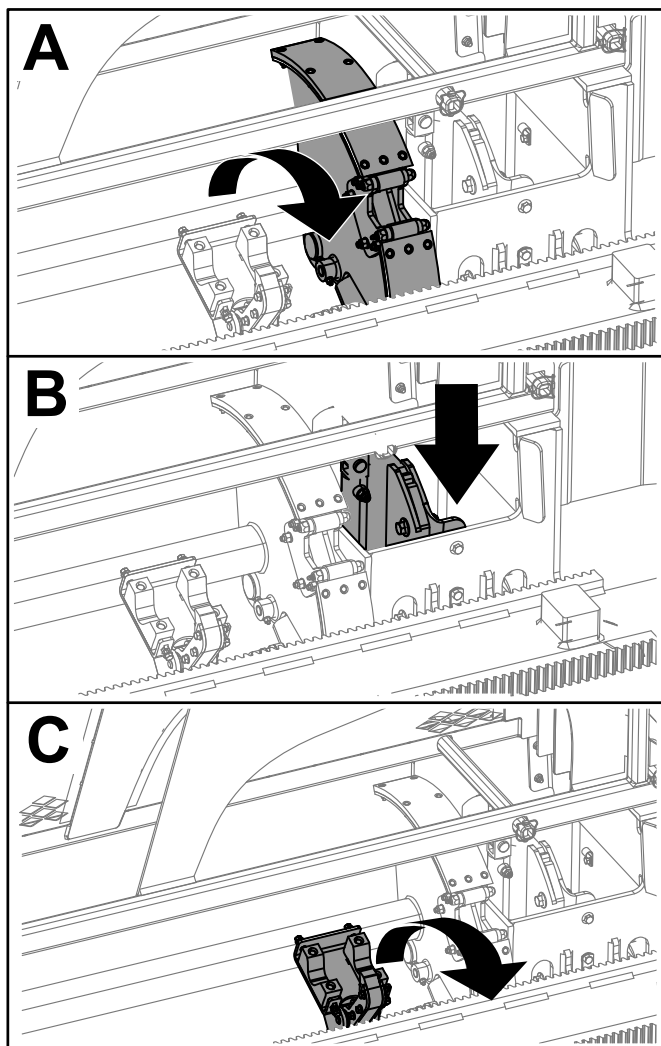

Figura 10
3. Pressione a parte inferior do seletor basculante (Figura 9) até o registro das três etapas a seguir (Figura 10):